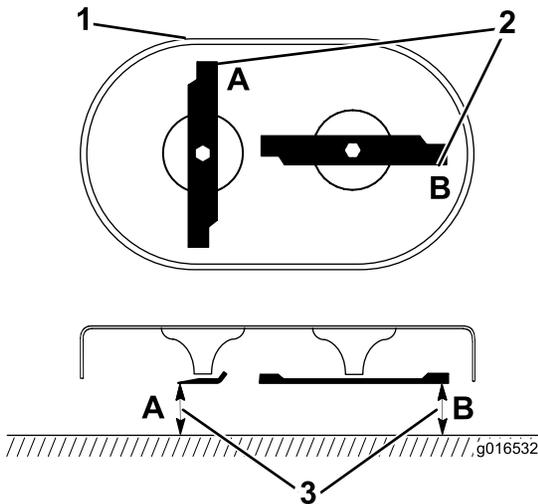

Figura 37
1. Gire las cuchillas hasta que estén posicionadas según se muestra en Figura 37.
2. Mida desde una superficie nivelada hasta los filos de corte, en las posiciones A y B, (Figura 37) y anote las dimensiones.